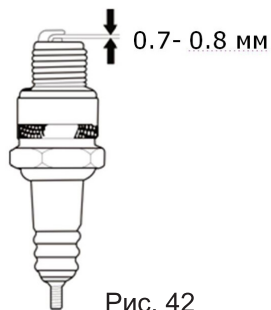

Рис. 42
4. Проверьте зазор между электродами. Он должен составлять 0.7-0.8 мм. При необходимости отрегулируйте зазор (рис. 42).